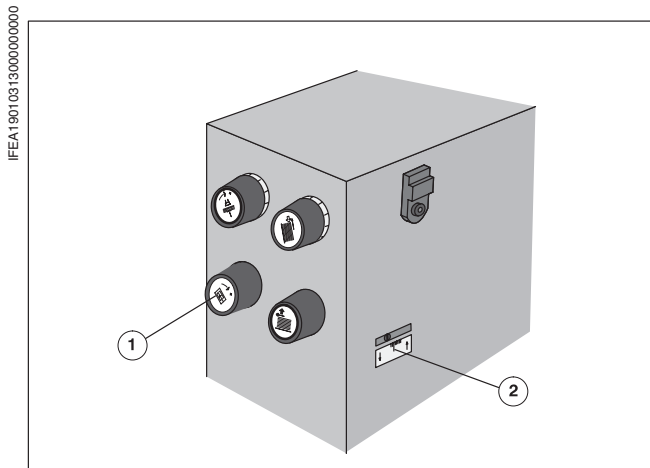

Рис. 24 Приход листа: регулятор и шкала
Приход листа должен быть отрегулирован при помощи поворотной ручки (Рис. 24/①) на печатный материал. Считать настройку на шкале на боковой стороне С.О. (Рис. 24/②).